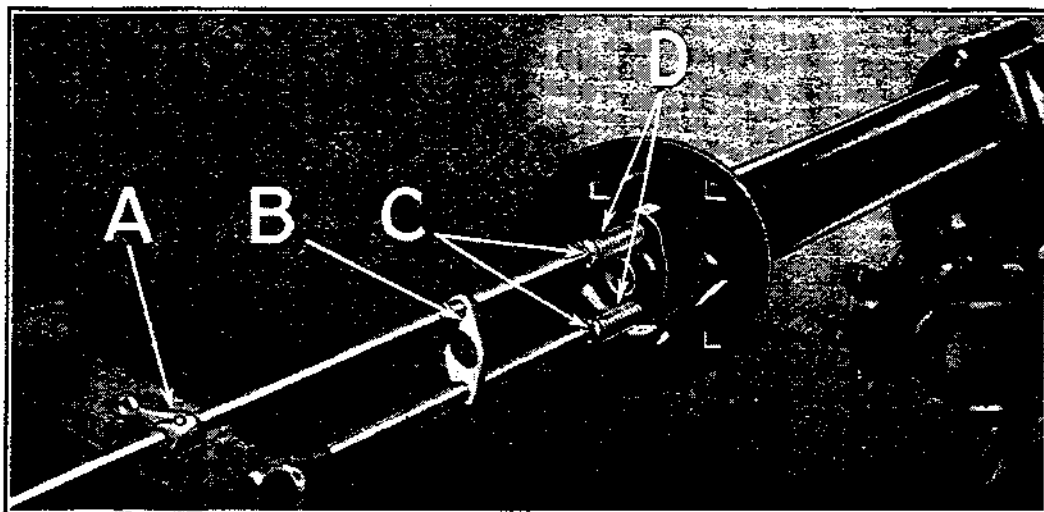

Fig. 389
**751** — Démontez le levier de commande d'admission des gaz en chassant la goupille (voir A, fig. 389) et en retirant le levier de la tige.
**762** — Passer les 2 ressorts des tringles d'admission et d'allumage sur les tringles et les pousser contre l'extrémité du tube, de la manière indiquée à D, fig. 389. Passer les sièges des ressorts sur les tringles et les pousser contre les ressorts.
**763** — Comprimer les ressorts suffisamment pour pouvoir passer les goupilles dans les tringles. (Voir C, fig. 389.)
**764** — Mettre les guides des tringles en place de la façon indiquée en B, fig. 389.
**765** — Passer le levier des gaz sur la tringle des gaz. Faire concorder le trou de goupille du levier avec celui de la tringle et passer la goupille; mater les extrémités de la goupille. (Voir A, fig. 389.)